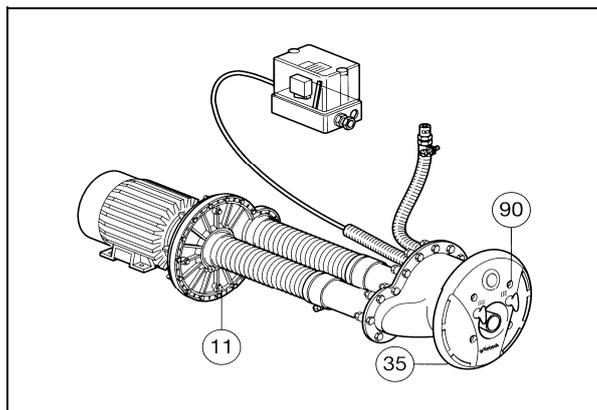

Abb. 9.1: Positionszeichnung
**Becken entleeren.** Wasser bis unterhalb des Düsenblockes ablassen. Pumpe entleeren. Hierzu die Verschlußschraube (Pos. 11) herausdrehen und Wasser ablassen. Anschließend Verschlußschrauben (Pos. 11) wieder eindrehen (siehe Abb. 9.1)
**Düsenblock entfernen.** Die Befestigungsschrauben (Pos. 90) herausdrehen und den Düsenblock (Pos. 35) abziehen (siehe Abb. 9.1). Den Schaltschlauch an der Schlauchkupplung trennen (siehe Abb. 9.2 Pos. 79). Dazu die Kupplung in die eine Hand nehmen und mit Daumen und Zeigefinger den blauen Haltering nach hinten drücken. Mit der anderen Hand den Schlauch (Pos. 80) des Düsenblockes aus der Kupplung herausziehen. Der Düsenkopf kann nun entfernt werden. Den Blindflansch (Pos. G) mit Rundschnurrdichtung (Pos. H) auf den Klemmring bzw. dem Einbauteil (Pos. 22) schrauben (siehe Abb. 9.2.2).